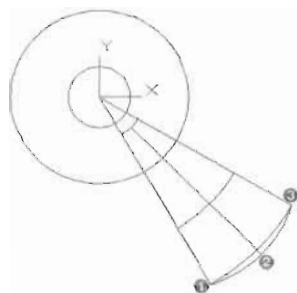

图 13-136
(3) 单击“绘图”工具栏中的“圆弧”按钮, 使用“三点”法绘制圆弧, 如图 13-136 所示, 命令执行过程如下:
(4) 删除图 13-136 中连接点 1 和点 3 的圆弧, 保留连接点 1、点 2 和点 3 的圆弧。
(5) 把延长 1.5mm 之后的直线缩短 15mm, 命令执行过程如下:
选择要修改的对象或 [放弃(U)]: //鼠标左键单击图 13-136 中所示 A 直线的 b 端